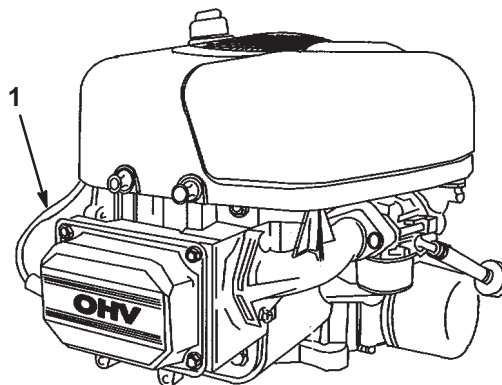

Bild 25
6. Ziehen Sie den Zündkabel ab (Bild 25).
3. Stecken Sie den Zündkabel wieder auf die Zündkerze auf (Bild 25).